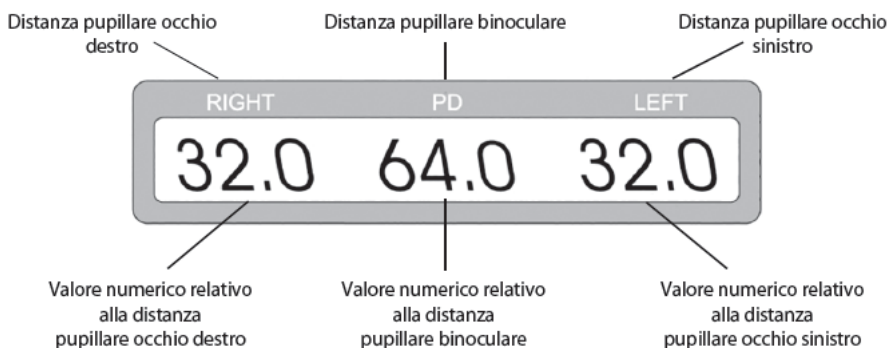

Fig.2
- F5. Display (come mostrato in Fig.2). Display su cui vengono visualizzati i valori di PD o VD e altri dati rilevanti